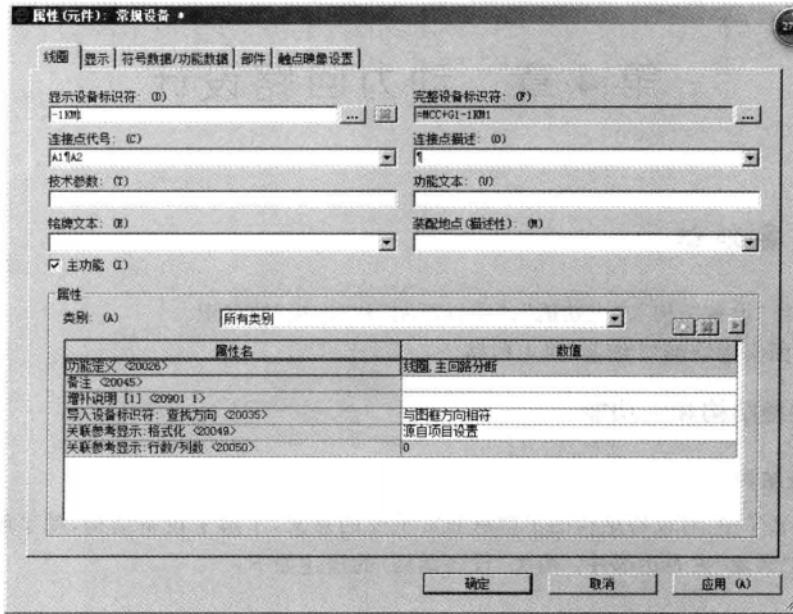

图 4-1 接触器线圈主功能
- 放置“接触器线圈”时,默认放置的是“主功能”,如图4-1所示,主功能复选框被选中。